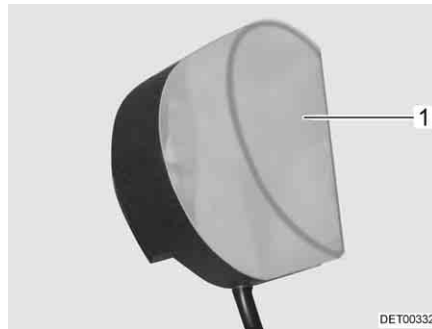

Fig. 187 Luci armadi guardaroba
- Comprimere leggermente e rimuovere la copertura della lampada (Fig. 187,1).